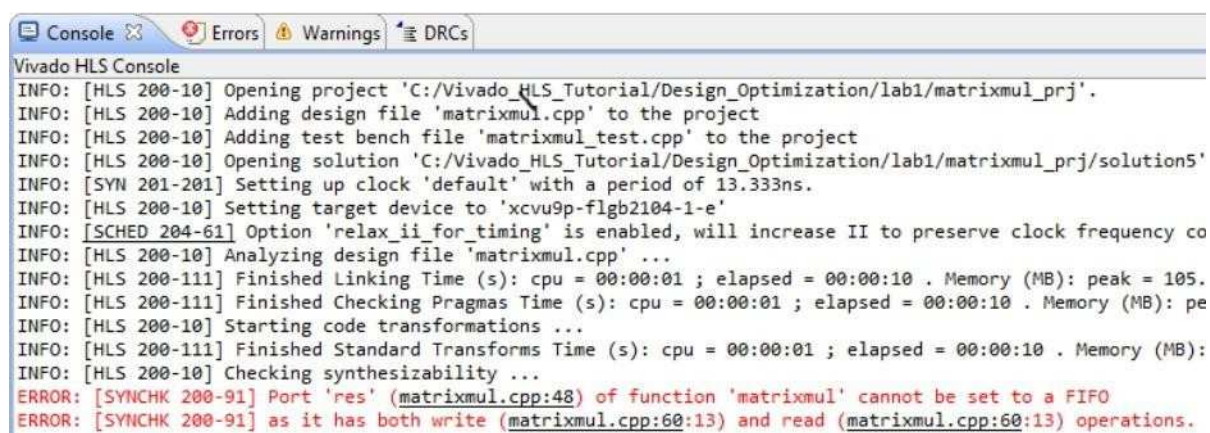

图 7-15:FIFO 合成警告
- 6.单击 *Run C Synthesis* 工具栏按钮, 将设计合成到 RTL。图 7-15 显示了综合运行后的控制台显示。